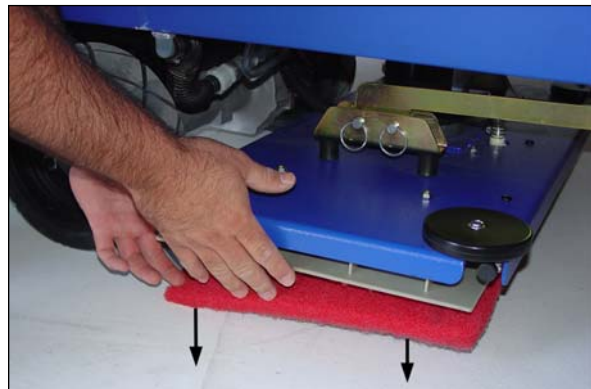

Figura 16
5. Tire del cepillo o de la almohadilla hacia abajo hasta que se suelte de las placas flexibles. Ver figura 16.